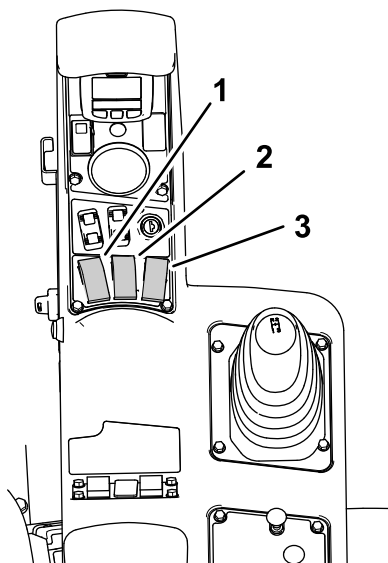
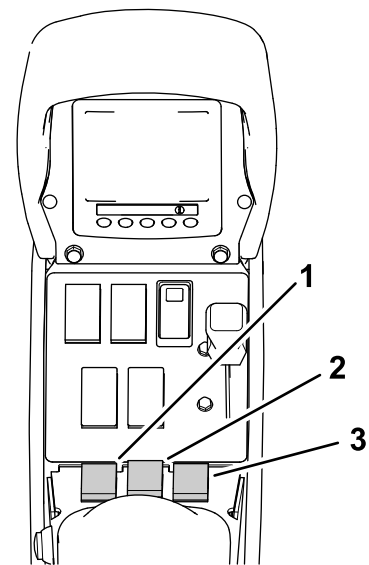

図 70
図 71
9. ブームスイッチ3つ車両のコントロールコンソールにあるを ON にセットする 図 70 と 図 71。